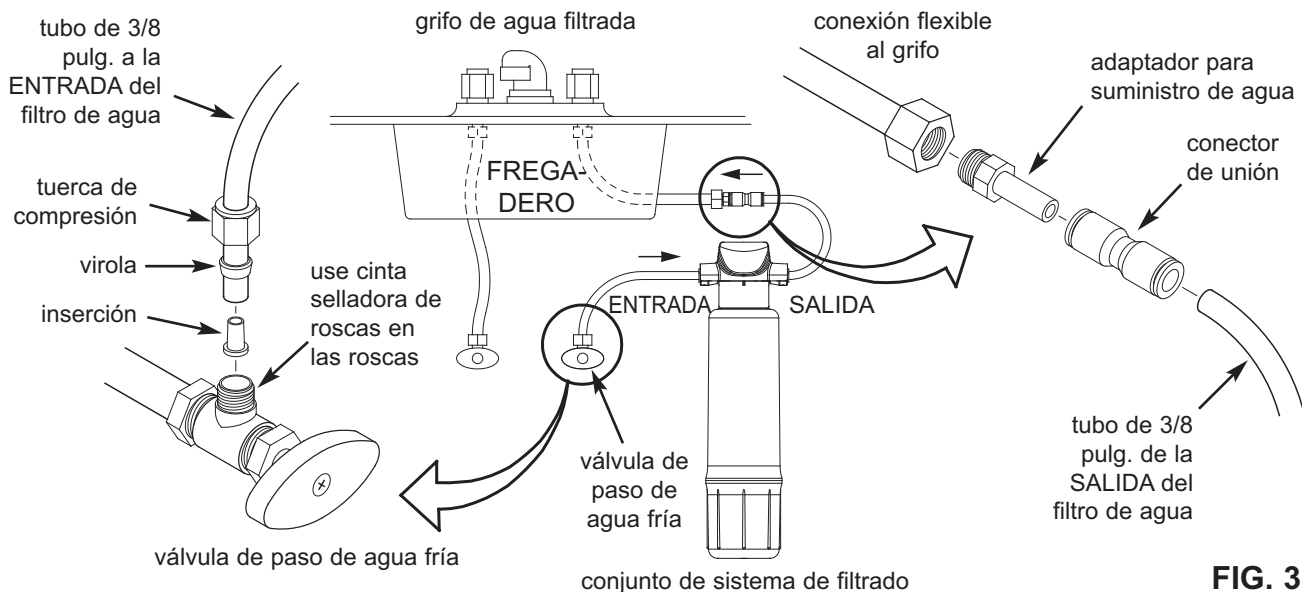

FIG. 3
Al planear la instalación, consulte **los códigos locales de plomería y cúmplalos**; luego instale las uniones para conectar el filtro para la cocina y el baño a la tubería de agua fría del fregadero. Se incluyen uniones (rosca 9/16-24) y tubo de 3/8 pulg. de D.E. a fin de proporcionar conexiones desde y hacia la entrada y salida del filtro para la cocina y el baño. En la Fig. 3. se ilustra una conexión típica con las uniones para suministro de agua que se incluyen.
3. Encuentre una pieza de la tubería de 3/8 pulg. suministrada, más la tuerca de compresión, la virola y la inserción de tubería que se incluyen. (Vea la Fig. 3). Monte las piezas en el tubo, como se ilustra en la Fig. 3, y enrosque la tuerca de compresión en la válvula de paso de agua fría. Apriétela para lograr una conexión a prueba de fugas.